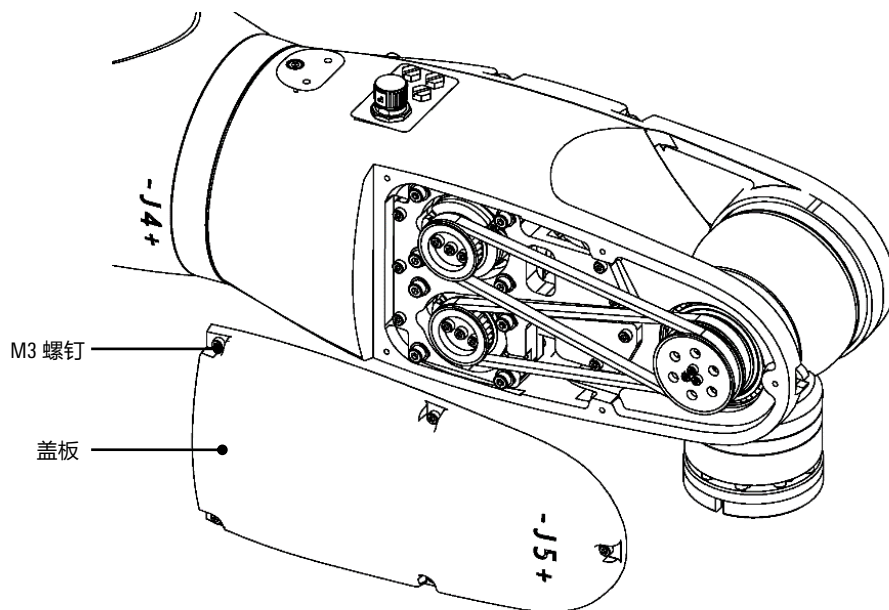

图 9-5 拆卸盖板
- 步骤3. 拆卸操作机盖板及五颗 M3 螺钉，如图 9-5 所示。